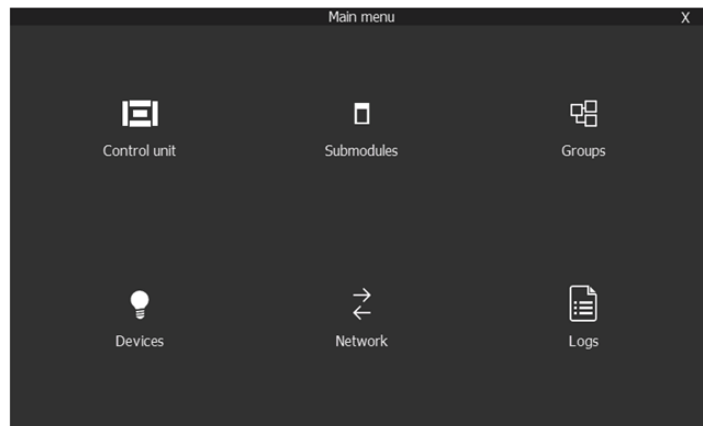

Abbildung 12 Hauptmenü
-  Der Installateur der Anlage sollte sich auch als Installateur anmelden. Nach einer Berührung auf dem entsprechenden Symbol erscheint eine Passwortabfrage. Hierfür die eingeblendete Tastatur nutzen und mit „Enter“ bestätigen. Jetzt gelangt man ins Hauptmenü (siehe Abbildung 12 Hauptmenü).